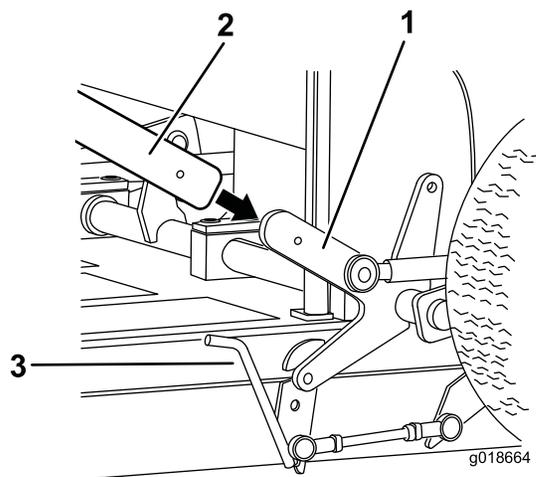

Figure 9
- B. Glissez la barre sur la patte du côté gauche du bras de levage, et fixez-la avec une goupille à anneau (Figure 9).